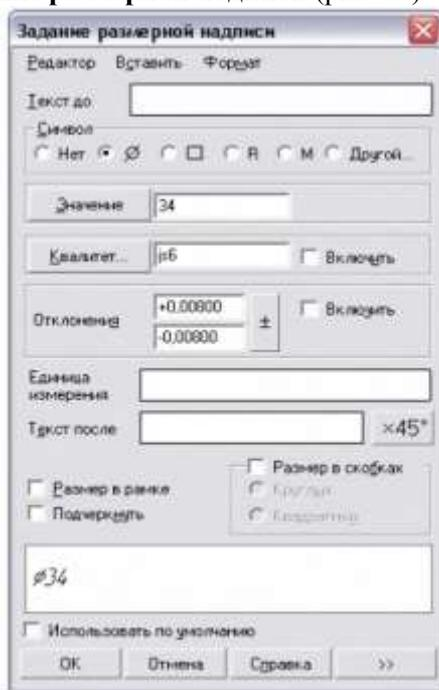

Рисунок 65. Задание размерной надписи
– Щелкните мышью в поле **Текст** на **Панели свойств**. На экране появится диалог **Задание размерной надписи** (рис. 65).